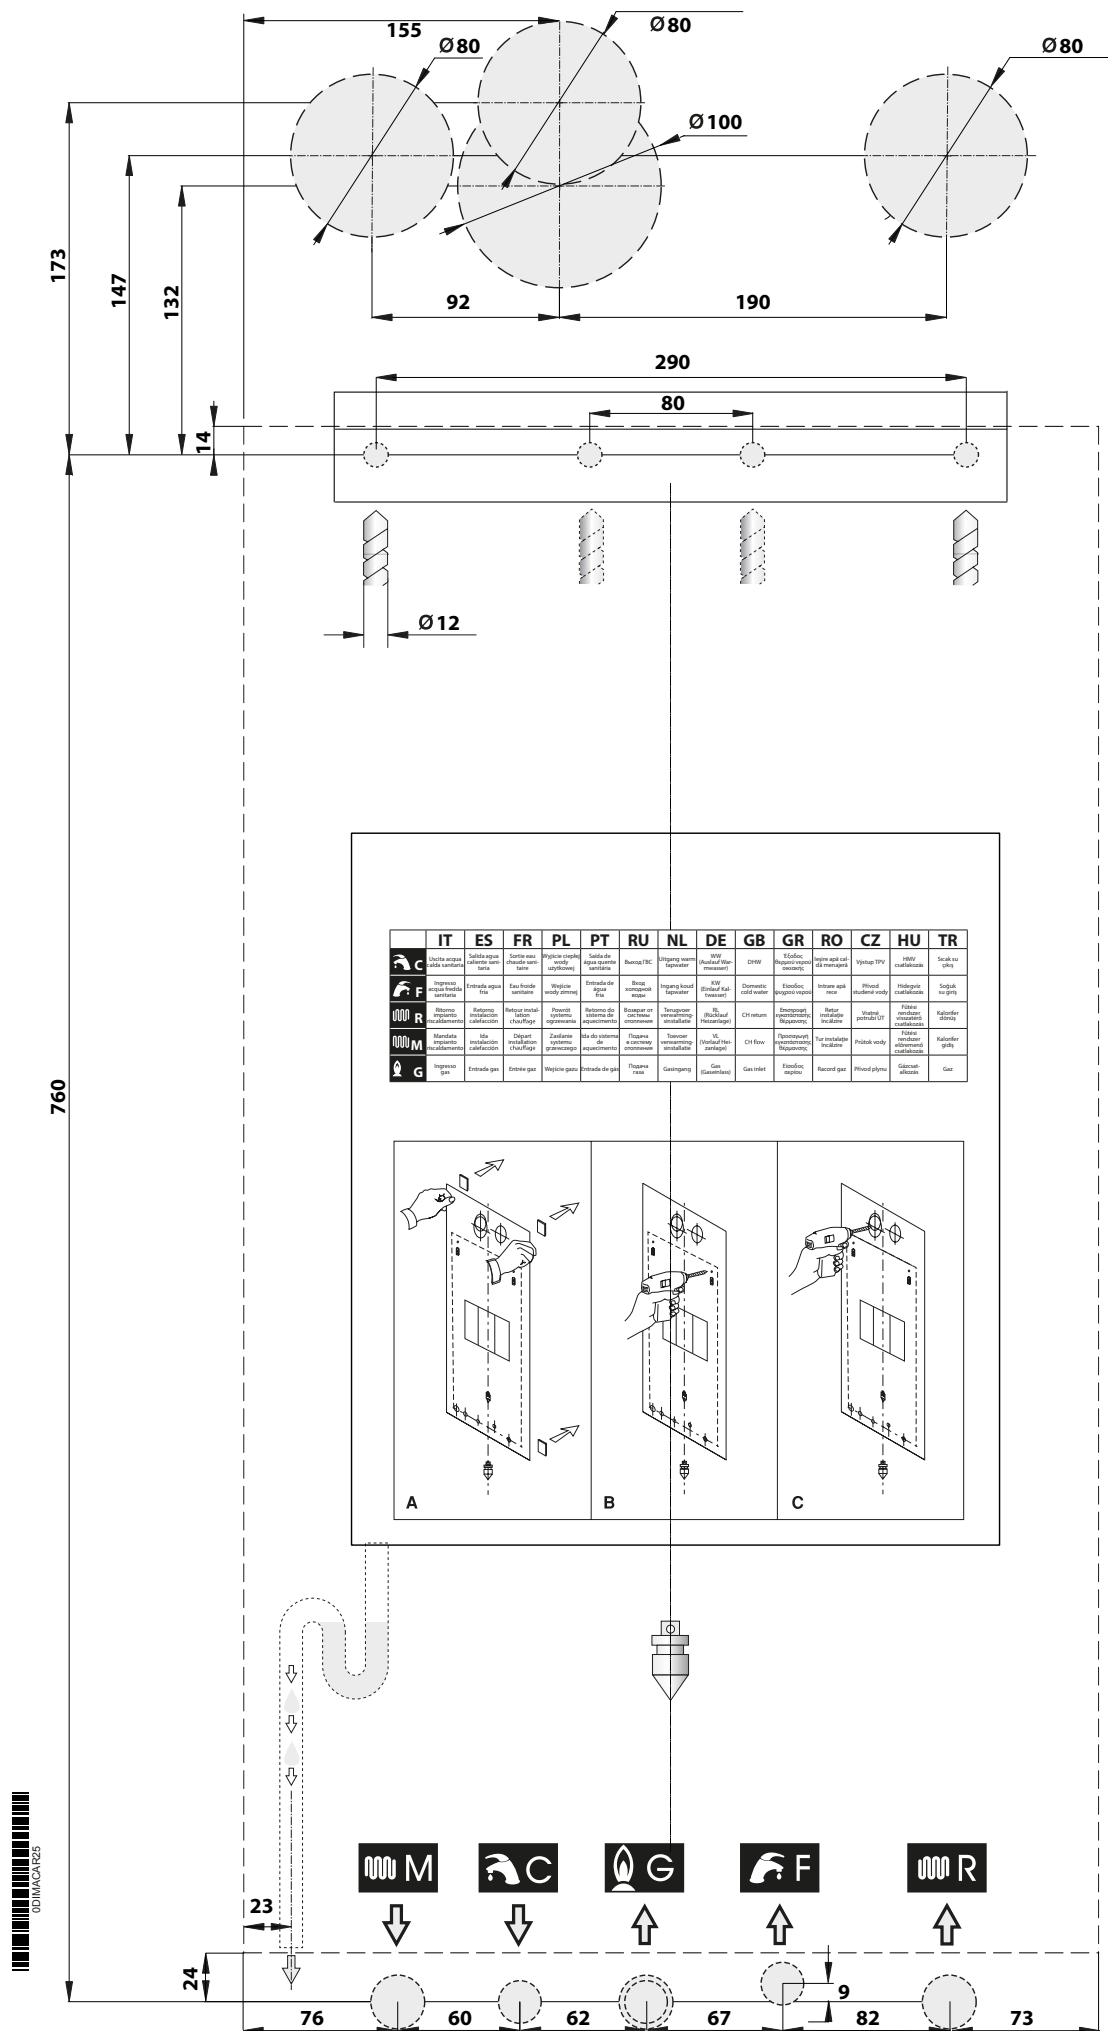

fig. 7
- b) la dima di fissaggio della caldaia al muro (fig. 7);
Ogni apparecchio è corredato di un'apposita dima in carta contenuta nell'imballo (fig. 7),
- fissare la dima (fig. 7) alla parete;
- posizionare i raccordi per l'allacciamento della conduttura di alimentazione del gas (G), della conduttura di alimentazione dell'acqua fredda (F solo modello Raya Eco), dell'uscita acqua calda (C solo modello Raya Eco), della mandata secondaria verso il bollitore (solo modello Raya Eco SV), del ritorno secondario dal bollitore (solo modello Raya Eco SV), della mandata riscaldamento (M) e del ritorno riscaldamento (R) in corrispondenza degli stessi punti sulla dima (parte inferiore);